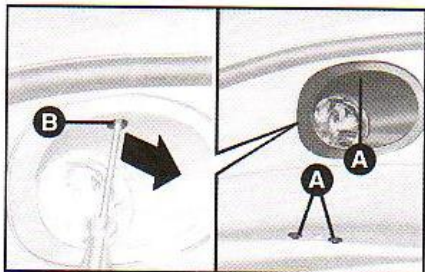

fig. 23
1) Com uma chave de fenda, soltar os 3 parafusos **A**-fig. 23.